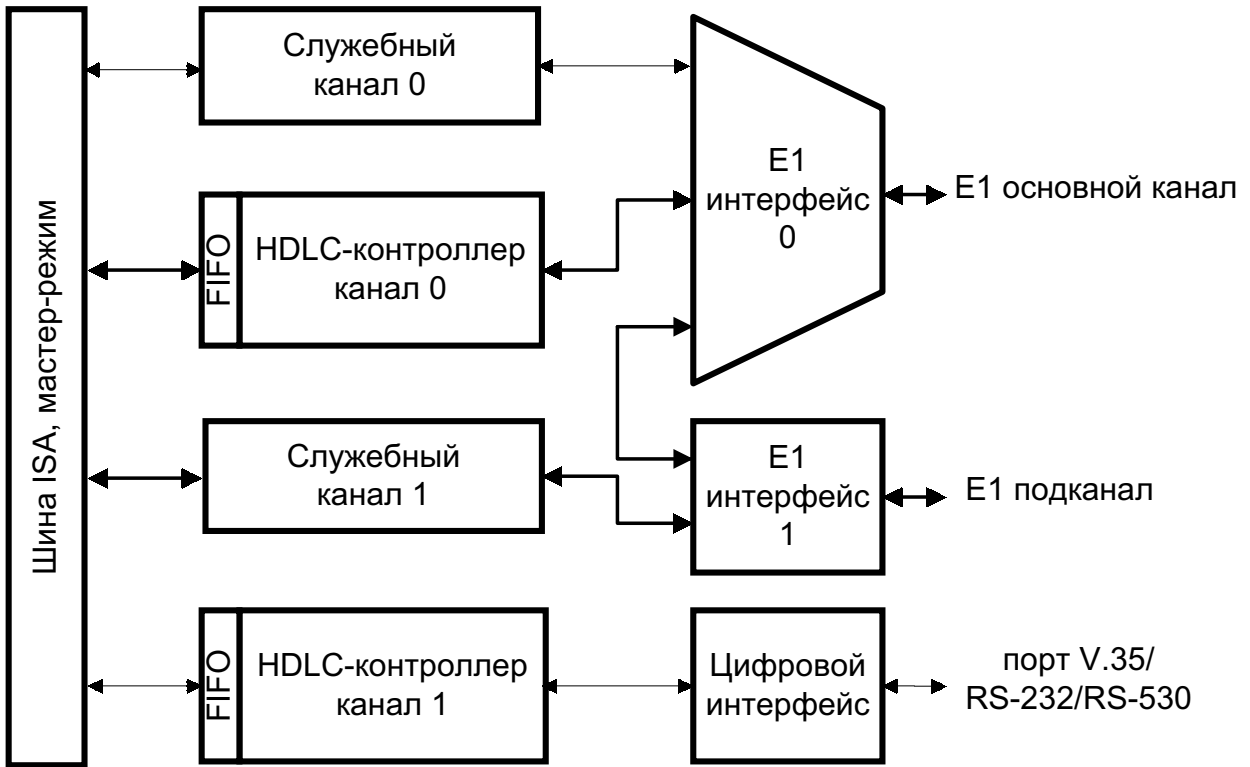

Рисунок 2: Конфигурация В — мультиплексор с одним каналом данных, подканалом E1 и цифровым интерфейсом.
- Конфигурация В (рис.2): мультиплексор с одним каналом данных, подканалом E1 и цифровым интерфейсом. Канальные интервалы основной линии E1-0 разделяются между каналом данных и подканалом E1-1. Поток данных в/из памяти компьютера формируется HDLC-контроллером 0. Остальные канальные интервалы транслируются в подканал E1-1. Эта конфигурация позволяет соединять несколько адаптеров Tau/E1 (до 30) в цепочку, с расстоянием между узлами до 1.5 км. Цифровой интерфейс и HDLC-контроллер 1 образуют независимый синхронно/асинхронный канал со скоростью до 4 Мбит/сек.